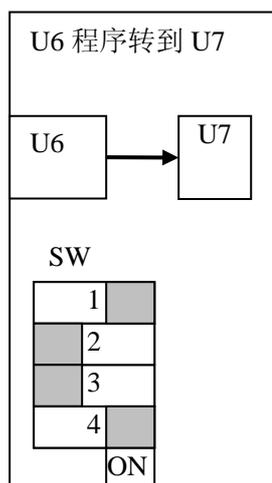

图 1
- 1) 断电状态下，将板上拨码开关拨到图1位置，将含有新软件的芯片插入U6插座中。